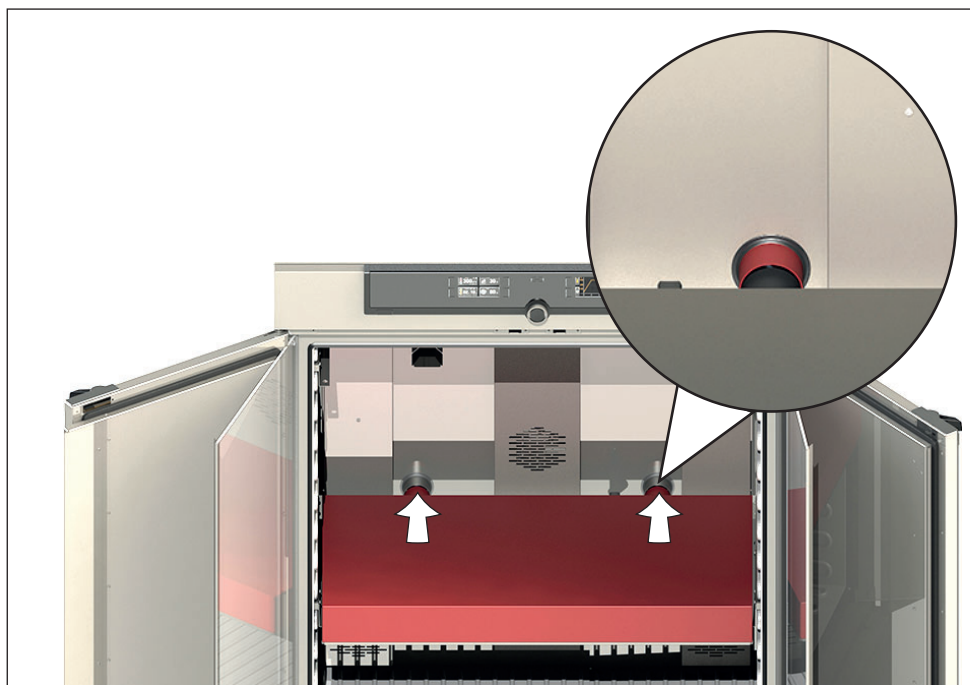

Bild 35 Sätt tillbaka ljuskassetten
9. Skjut in ljuskassetten i enheten igen. Se till att föra in de två rören till lampkylningen i bussningarna på enhetens baksida tills de hamnar i rätt läge (Bild 35).